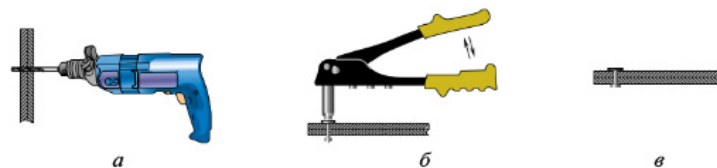

Рис. 5.50. Последовательность соединения заклёпками
- разметить и просверлить отверстие через обе скреплённые листовые заготовки (рис. 5.50, а). Диаметр отверстия должен быть равен диаметру заклёпки;
- вставить заклёпку в заклёпочник и просверлённое отверстие и начать сжимать несколько раз рукоятку (рис. 5.50, б). Заклёпка начинает сплющиваться, когда шарик полностью втягивается в заклёпку, свободный хвост за-
клёпки откусывается. Таким образом получится склёпанная с двух сторон заготовка (рис. 5.50, в).